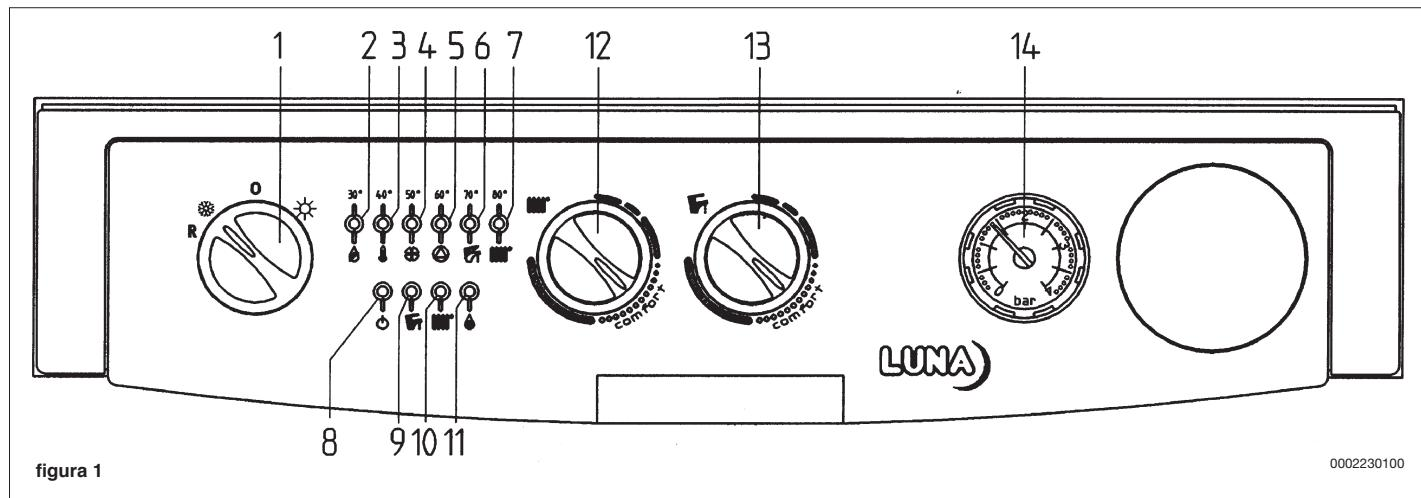
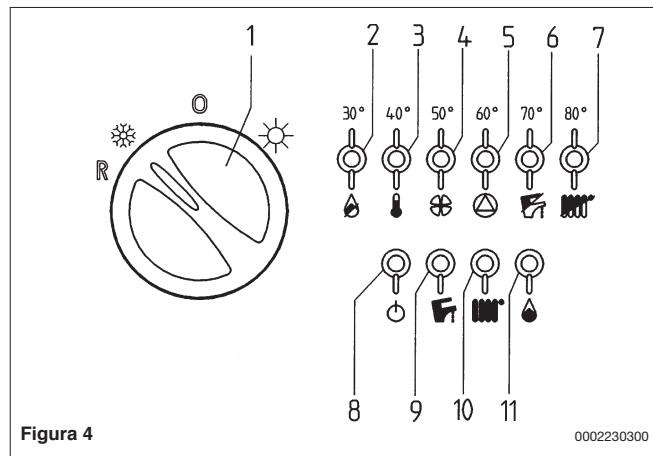

figura 1
Figura 4
Si consiglia in questo caso di ripetere le operazioni di accensione, fino all'arrivo del gas al bruciatore, posizionando momentaneamente la manopola (1) in (R) (vedere anche figura 4).
En este caso se aconseja repetir las operaciones de encendido, hasta que el gas llegue al quemador, ubicando momentáneamente el botón (1) en (R) (véase también figura 4).
Importante: Per abilitare le funzioni del telecontrollo è necessario che il selettore (1) di figura 4 non sia in posizione 0. Le spie di funzionamento caldaia (10 e 9 figura 4) lampeggeranno in caso di richiesta calore rispettivamente in riscaldamento o sanitario. I dispositivi per la regolazione delle temperature (12 e 13 di figura 1) non sono abilitati.